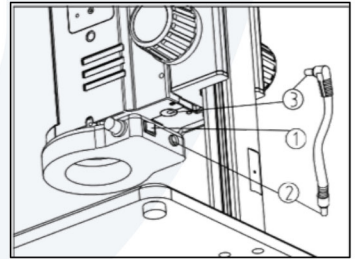

Fig. 6
- Inserte el enchufe del cable de alimentación del cuerpo en la interfaz de la luz del anillo (1), luego encienda el interruptor (3) para iniciar la fuente de luz. (Ver Fig.6)